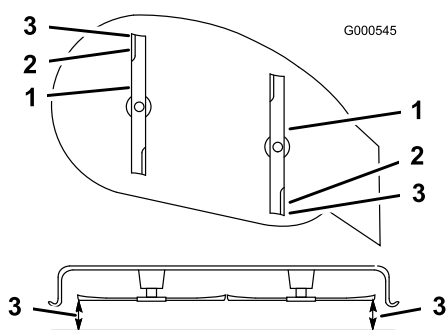

Figure 46
9. Réglez la hauteur de coupe à la position **D** [76 mm (3 pouces)] et tournez les lames avec précaution dans le sens longitudinal (Figure 46).
10. Mesurez la distance entre la pointe de la lame avant et la pointe de la lame arrière par rapport à la surface plane (Figure 46). Si la pointe avant de la lame n'est pas de 1,6 à 7,9 mm (1/16 à 5/16 pouce) plus bas que la pointe arrière, réglez les contre-écrous avant.